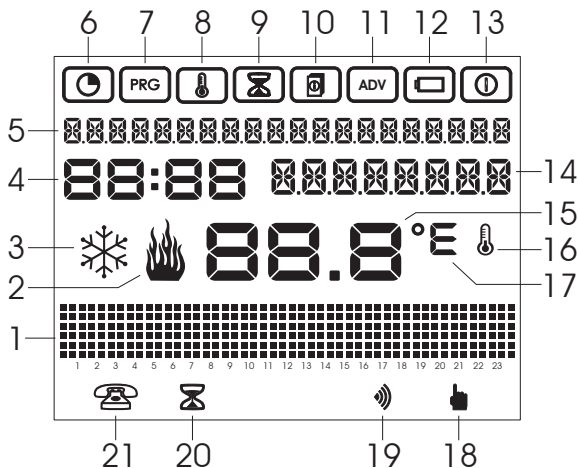

Figura 1
No ecrã LCD é possível visualizar a seguinte informação (Figura 1):
- Na página principal, utilizando as teclas  $\Delta$  e  $\nabla$ , poderá ser visualizada a informação adicional para a zona actual. Ao premir a tecla  $\Delta$  no campo 14 (consultar Figura 1), aparecerá o nome da zona actual (se estiver configurada, caso contrário, aparecerá a mensagem “zona...”).